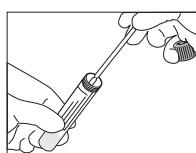

Fig. 1
3. Inserire il tampone nella provetta fino a quando il punto di rottura (se presente) raggiunge il livello dell'apertura della provetta (Fig. 1).